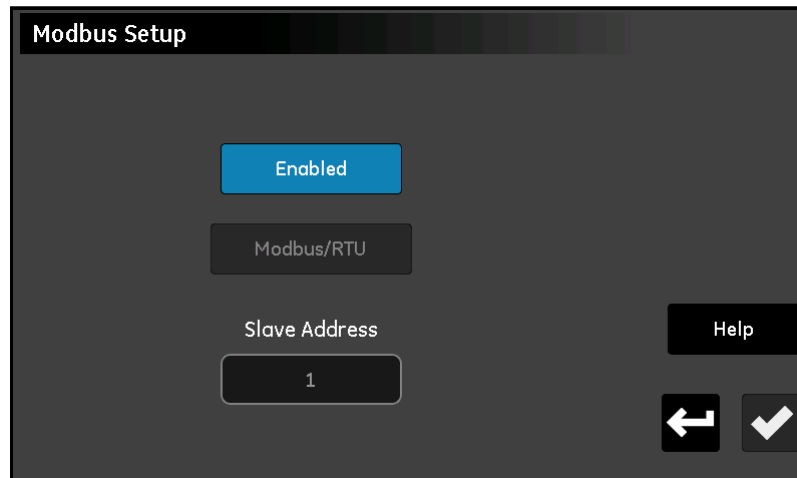

Figure 68: Écran Config Modbus
1. À l'écran *Menu Configuration* (voir *Figure 52 on page 57*), touchez **Modbus** pour ouvrir un écran *Config Modbus* semblable à celui illustré à la *Figure 68* ci-dessous.